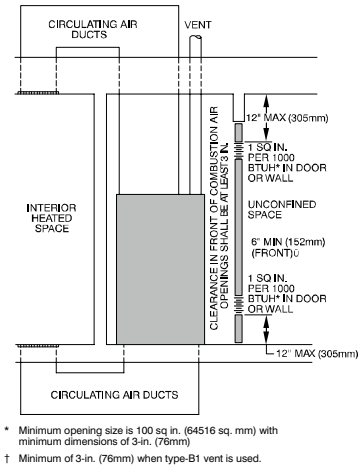

Figure 7 – Air de combustion, de ventilation et de dilution venant de l'extérieur
- b. Les espaces combinés sont situés sur le même niveau. Chaque ouverture doit présenter un espace libre d'au moins $2\,000\text{ mm}^2/\text{kW}$ ($1\text{ po}^2/1\,000\text{ BTUH}$) de puissance d'entrée totale de tous les appareils à gaz, mais sans être inférieur à $0,06\text{ m}^2$ (100 po^2). Une première ouverture doit être faite à une distance maximale de 300 mm (12 po) en dessous du plafond et une seconde à une distance maximale de 300 mm (12 po) du sol. La dimension des ouvertures d'air doit atteindre au moins 80 mm (3 po). Consultez la figure 7.